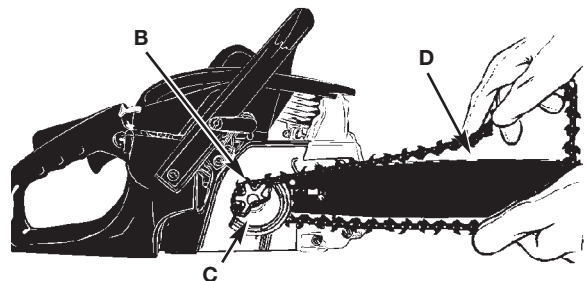

Fig. 27
2. Faire passer la chaîne autour du pignon (B), derrière l'embrayage (C). S'assurer que les maillons s'engagent entre les «dents» du pignon (Fig. 27).
3. Engager les maillons d'entraînement dans la rainure (D) du guide-chaîne (Fig. 27).
4. Sortir le filtre (A) du réservoir (Fig. 27).